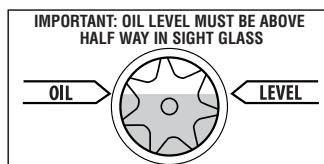

Figure 2
Étape 1 : Retirer le filtre de la pompe. Ajouter de l'huile lentement, jusqu'à ce qu'elle atteigne le haut de la ligne de niveau d'huile (**figure 2**).
Étape 4 : Fermer la vanne de vidange d'huile sur la pompe. Retirer le bouchon de remplissage d'huile et verser, jusqu'en haut de la ligne de niveau d'huile, de l'huile de pompe BLACK GOLD (**figure 2**). Remettre le bouchon de remplissage en place.